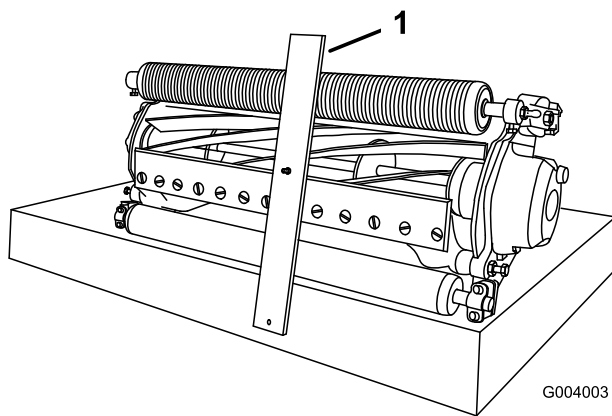

Bild 54
3. Haken Sie den Schraubenkopf an die Schnittkante des Untermessers ein, und stützen Sie das hintere Ende der Leiste auf der hinteren Rolle ab (Bild 54).